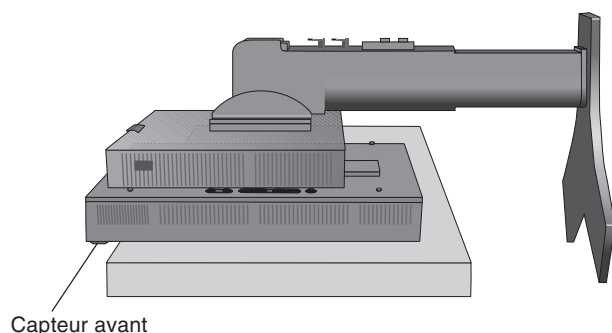

Figure S.1
5. Placez le moniteur face vers le bas sur une surface non abrasive. N'exercez aucune pression sur le capteur avant. Pour cela, posez l'écran face vers le bas sur un bureau ou une table de telle sorte que le capteur avant soit en-dehors de la surface (**Figure S.1**).